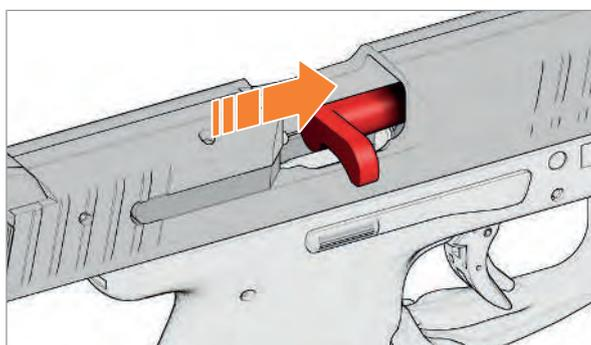

Abb. 27: Sicherheitsfahne einsetzen
3. Sicherheitsfahne in das Patronenlager einsetzen (Abb. 27).